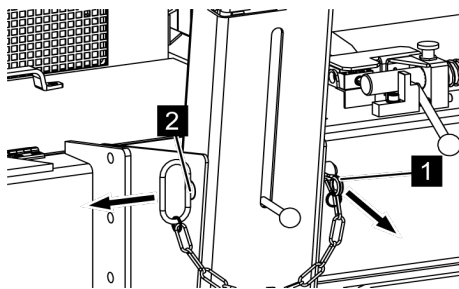

Fig. 99: Cheville de verrouillage
2. ➔ Retirer la goupille fendue à ressort (Voir la Fig. 99/1) de la cheville de verrouillage (Voir la Fig. 99/2).
3. ➔ Retirer la cheville de verrouillage (Voir la Fig. 99/2).